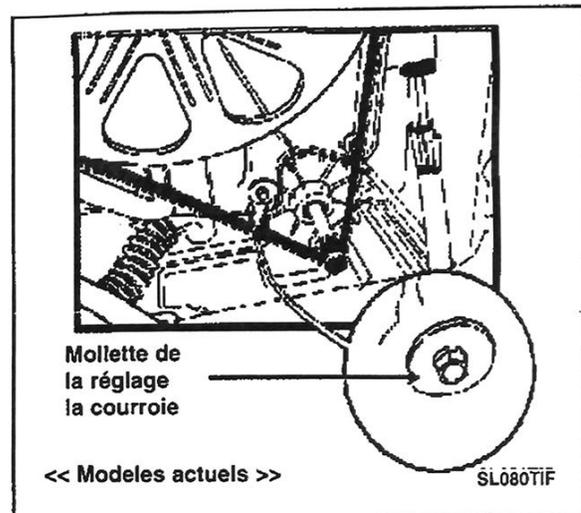

Figure 4
2. (Les machines à laver plus récentes munies de molettes non-réglables.) Aucun réglage nécessaire. La machine à laver est conçue pour que la courroie se règle automatiquement. **(Voir figure 4)**